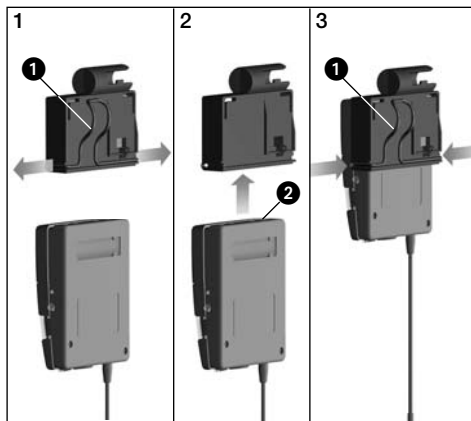

Abb. 2: Taschensender am Adapter befestigen
- Siehe Abb. 2.
1. Ziehen Sie die Enden des Haltebügels (1) aus dem Adapter heraus.
2. Schieben Sie den Taschensender (2) bis zum Anschlag in den Adapter hinein.
3. Stecken Sie die Enden des Haltebügels (1) wieder in die Öffnungen im Adapter. Die Enden des Haltebügels greifen in die Öffnungen im Gehäuse des Taschensenders ein und fixieren den Taschensender.